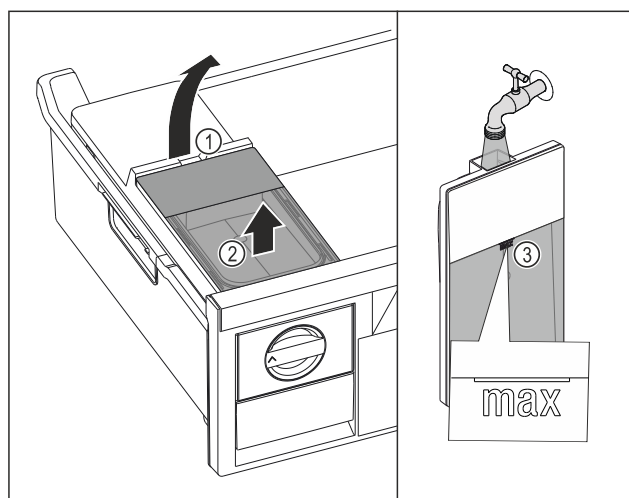

Fig. 78
- Soulever le réservoir d'eau par l'encoche Fig. 78 (1).
- Retirer le réservoir d'eau par le haut. Fig. 78 (2)
- Remplir le réservoir d'eau potable jusqu'au repère Fig. 78 (3).